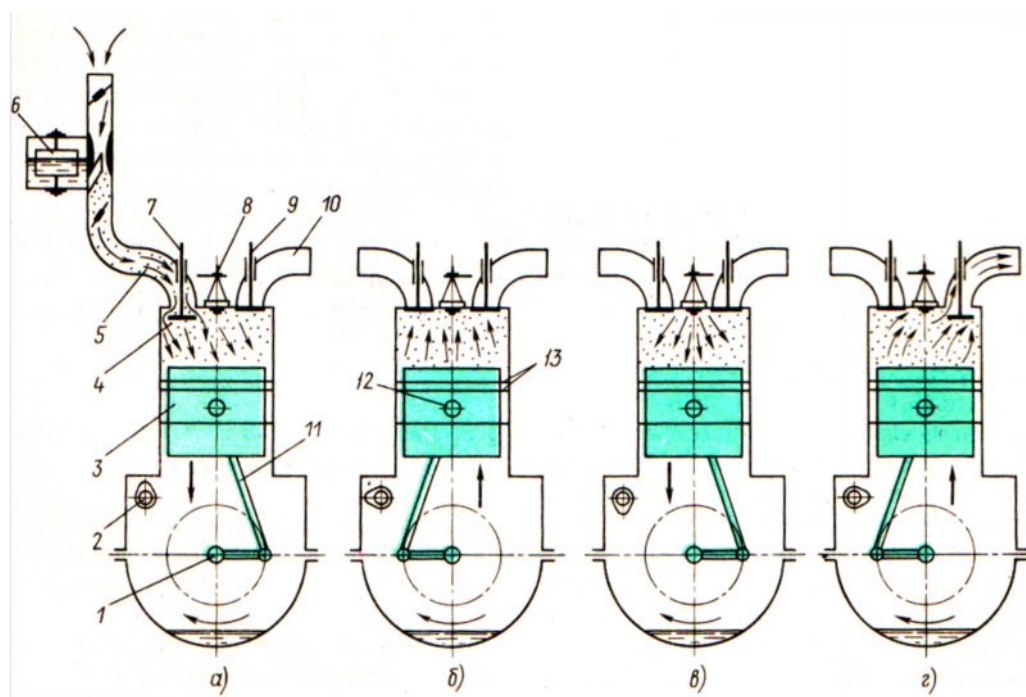

Рис. 8
**Первый такт** — впуск (рис. 8, а). При вращении коленчатого вала 1 поршень 3 перемещается из ВМТ в НМТ, и в верхней части цилиндра создается разрежение. Распределительный вал через детали механизма газораспределения открывает впускной клапан 7, который через впускной трубопровод 5 соединяет цилиндр с карбюратором 6. Горючая смесь, поступающая под действием разрежения из карбюратора по впускному трубопроводу, заполняет цилиндр, где образуется рабочая смесь. Рабочая смесь состоит из горючей смеси и отработавших газов, которые всегда в небольшом количестве остаются в цилиндре от предыдущего цикла. В конце такта впуска, при работе двигателя на режиме полной нагрузки, давление в цилиндре составляет 8 — 9 кПа, а температура рабочей смеси равна 80— 120 °С (для прогретого двигателя).
**Третий такт** — расширение газов или рабочий ход (рис. 8, в). Оба клапана закрыты. При подходе поршня в конце такта сжатия к ВМТ между электродами свечи зажигания 8 проскакивает электрическая искра. Сжатая рабочая смесь воспламеняется и быстро сгорает, образуя большое количество горячих газов. Газы давят на поршень, который под их давлением перемещается из ВМТ в НМТ и через шатун 11 вращает коленчатый вал. Это основной такт, так как расширяющиеся газы совершают полезную работу. С момента воспламенения смеси давление газов быстро возрастает, а затем по мере движения поршня вниз и увеличения объема снижается. В конце сгорания и начале расширения давление достигает 300 — 400 кПа при температуре 2000 -2200°С, а в конце расширения снижается до 35 — 45 кПа при температуре 1200-1500 °С.
**Четвертый такт** — выпуск (рис. 8, г). Поршень движется от НМТ к ВМТ и через открытый выпускной клапан 9 вытесняет отработавшие газы в выпускной трубопровод 10, глушитель и далее в атмосферу. При такте выпуска не удается достигнуть полной очистки цилиндра от отработавших газов, и часть их остается в цилиндре. В конце выпуска давление равно 10,5 — 12 кПа при температуре 700 — 900 °С. После окончания такта выпуска рабочий цикл двигателя повторяется в рассмотренной выше последовательности.